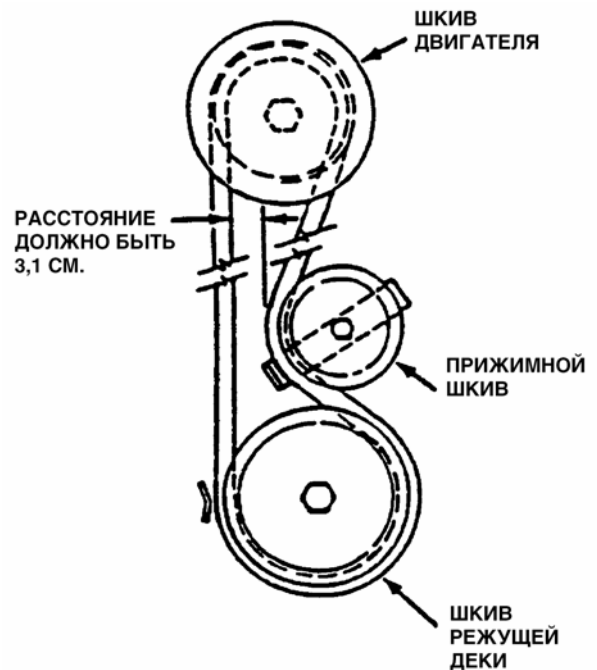

Рис. 3.4
5. **Дека 25/28"**: Измерьте зазор ремня у холостого шкива. См. рис. 3.4. Расстояние должно быть 3,1 см, но не менее 2,5 см. Если измерение меньше 2,5 см, следует отрегулировать натяжение ремня. См. раздел «Регулировка ремня привода ножа».